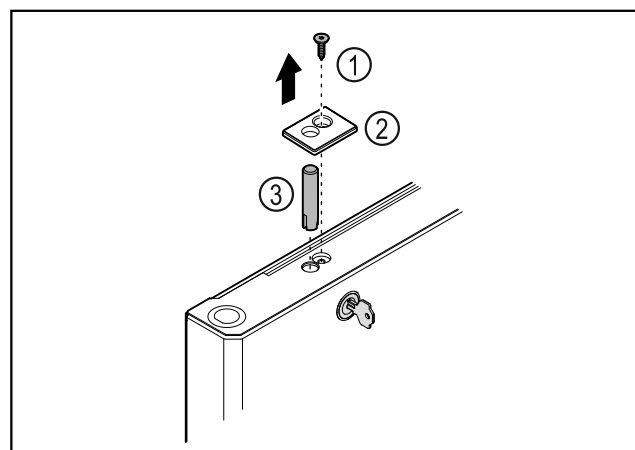

Fig. 42
- ▶ Fjern skruen Fig. 42 (1).
- ▶ Vipp dekselet Fig. 42 (2) ut av stilling med en liten skruetrekker, og ta det av.
- ▶ Trekk ut låsebolten Fig. 42 (3).